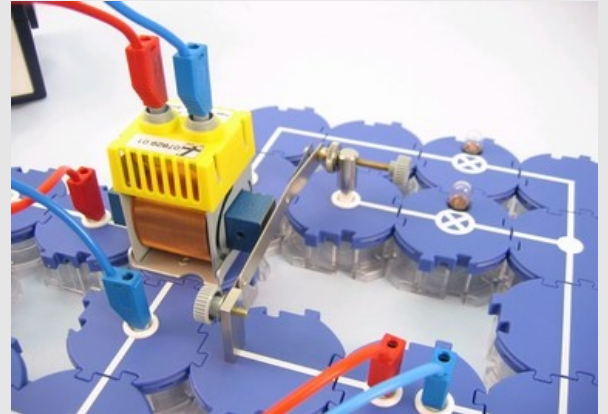

Abb. 3
- Setze die Spule auf den Spulenhalter, schiebe den Eisenkern (Joch) ein und verbinde die Spule über die Leitungen mit den Bausteinen neben bzw. unterhalb der Spule wie in Abb. 3 gezeigt.